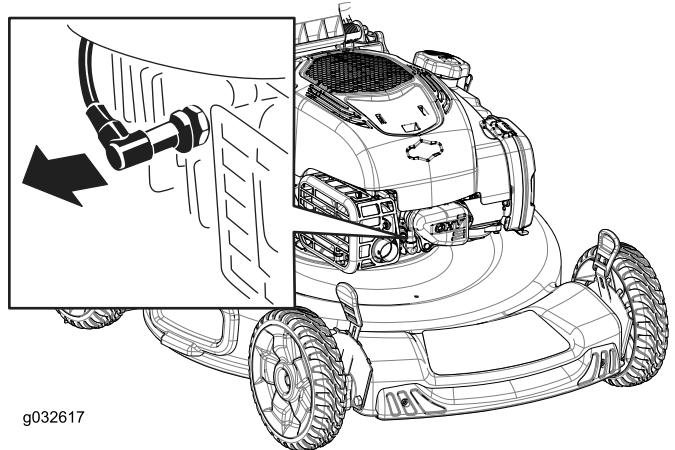

Figura 31
- Scollegate il cappellotto dalla candela (Figura 31).